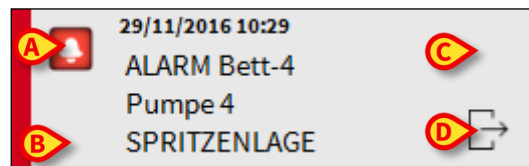

Abb. 11
Im Mitteilungsfeld (Abb. 11) werden die folgenden Informationen angezeigt:
- Ein Symbol, das die Art der Meldung kennzeichnet (Abb. 11 **A**).
- Ein Symbol, das die Kategorie der Meldung kennzeichnet (Abb. 11 **B**).
- Eine Quittierungs-Schaltfläche zur Bestätigung, dass die Meldung zur Kenntnis genommen wurde (Abb. 11 **C**).
- Eine Schaltfläche zur direkten Anzeige der Bildschirmseite "Patienten-Zentral", auf welche die Meldung sich bezieht (Abb. 11 **D**).